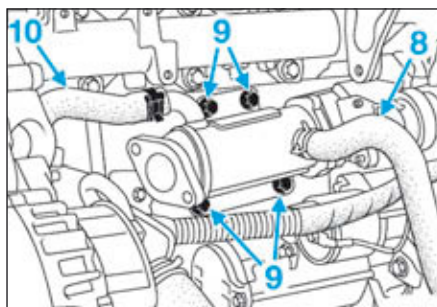

FIG.168
- Débrancher la durite d'entrée d'eau (8) (Fig.168) du refroidisseur.
- Déposer les vis (9) du refroidisseur.
- Débrancher la durite de sortie d'eau (10) du refroidisseur.